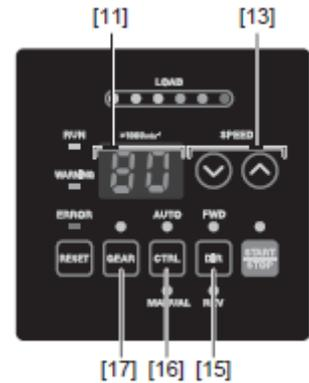

Abb. 25
12 - 1 Wählen Sie den Steuermodus (MANUELL/AUTO). (Wählen Sie die Steuertaste (CTRL) [16] von Abb. 25)
- (1) Mit der STEUERUNG-Taste (CTRL) Button können Sie zwischen dem Modus Manuell (Steuerung von Frontplatte) oder Auto (Externe Signalquelle) wählen. Externe Signalquelle kann verwendet werden, um Motor Start / Stop, Drehrichtung, Motordrehzahl usw. zu steuern. Von einer externen Steuerquelle (CNC).
- (2) Beim Betrieb von einer externen Signalquelle drücken Sie die Steuertaste (CTRL) [16] von Abb. 25 und wählen Sie AUTO. Die AUTO-LED leuchtet.
- (1) Motor-Drehrichtung einstellen (Stellen Sie die Drehrichtung-Taste (DIR) [15] in Abb. 25 ein. Drücken Sie die Drehrichtung-Taste (DIR) [15]. Wählen Sie FWD. Rechtsdrehung. Wählen Sie REV. Linksdrehung. Wenn das Schneidwerkzeug dem Bediener zugewandt ist, liegt Rechtsdrehung (FWD.) vor.
- (2) Stellen Sie die 500 min^{-1} Zentrierdrehung ein (Nehmen Sie die Einstellung mit der Motordrehzahl-Einstelltaste (SPEED \uparrow , \downarrow) [13] von Abb. 25 vor.)
- (3) Einstellen der Übersetzung (Betätigen Sie die Übersetzungsmodus-Auswahltaste (GEAR) [17] von Abb. 25.) Drücken Sie die Übersetzungsmodus-Auswahltaste (GEAR) [17]. (GEAR-LED leuchtet auf.) Prüfen Sie das Übersetzungsverhältnis der verwendeten Spindel oder der Drucksenker-Kombination, wählen Sie das geeignete Übersetzungsverhältnis durch Betätigen der Motordrehzahl-Angleichtaste (SPEED \uparrow , \downarrow) [13]. Drehzahlanzeige [11] zeigt 5 mögliche Übersetzungsverhältnisse, die folgenden sind möglich: 1,0, 1,5, 2,7, 4,0, 6,0, 16. Wenn eine andere Übersetzung als "1,0" eingestellt ist, blinkt der Punkt auf der digitalen Drehzahlanzeige [11]. (Siehe Abb. 26.) Wenn Sie keinen Reduziergetriebe oder eine Winkelspindel verwenden, brauchen Sie den Übersetzungsverhältnis-Modus nicht einzustellen. (Stellen Sie die Übersetzung von 1,0 ein)